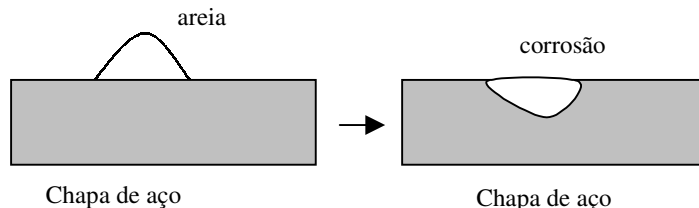

Figura 8.6 Exemplo de corrosão devido a diferença de concentração do eletrólito localizada.
- *Célula de concentração é aquela que ocorre quando há uma diferença de concentração localizada do eletrólito na superfície da peça. A região com maior concentração funciona como catodo e a com menor concentração funciona como anodo. Na figura 8.6 é mostrado um exemplo desse tipo de célula em que um*